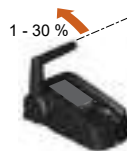

Abb. 31: Bereich 1 - 30 %
4. Stellen Sie den Gashebel auf den Bereich 1 - 30 %, **siehe "Abb. 31: Bereich 1 - 30 %"**.